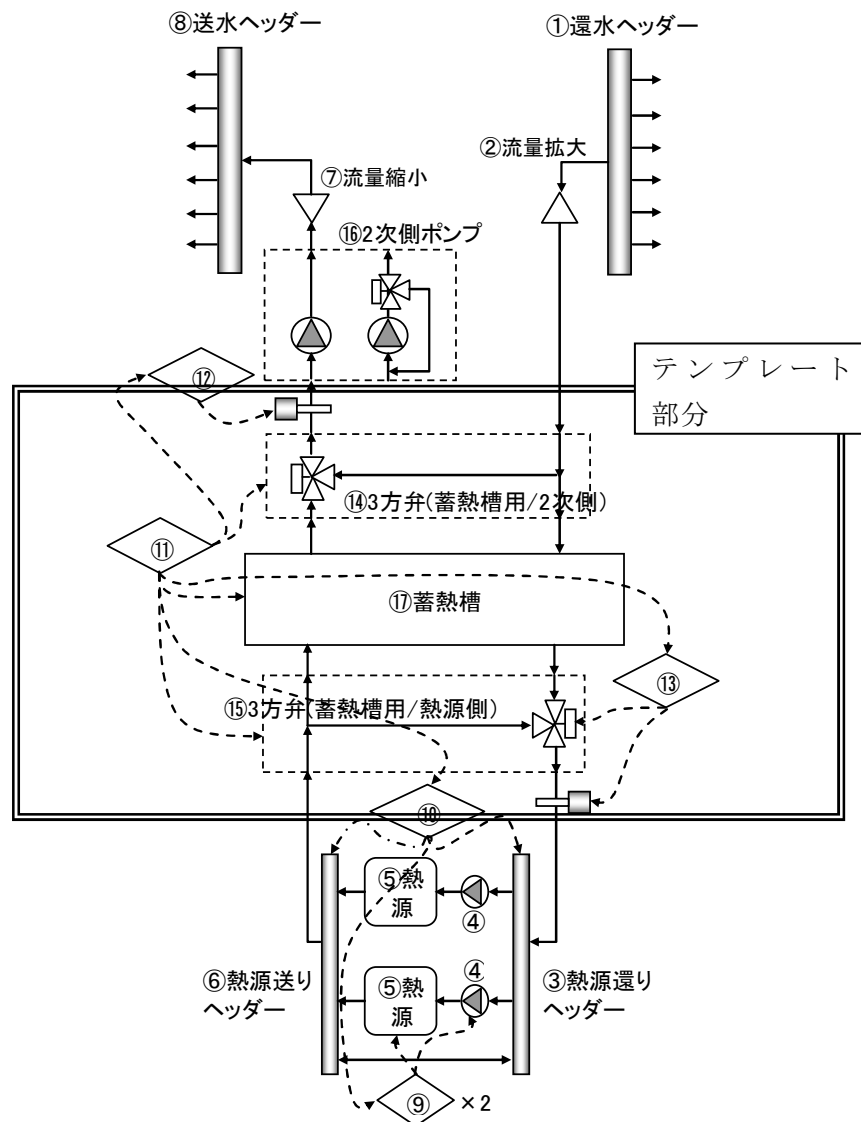

図 2.2 水蓄熱槽テンプレート
2.2.1 で示したように、各モジュールによる入力は煩雑であり、接続の間違いも起きかねない。そのため、入力者の労力軽減のために用意されているのが、テンプレート機能である。テンプレートには様々なものがあるので、水蓄熱以外のテンプレートについては、他のマニュアルを参照願いたい。ここでは、水蓄熱槽のテンプレートについて説明する。図 2.2 の枠で囲った部分が、水蓄熱槽テンプレートとなる。以下にテンプレートの操作方法の説明を行なう。